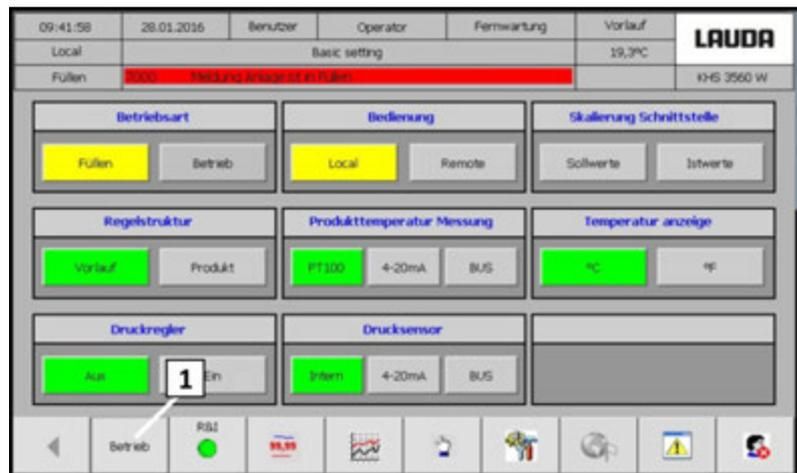

Fig. 71: Écran réglage de base
10. Régler la position initiale définie. Voir (Voir la Fig. 71)
11. Ouvrir l'écran fonctionnement (Voir la Fig. 71 [1])